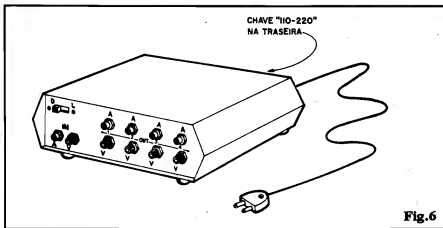

Fig. 6
- FIG. 6 - A CAIXA FINAL - Tratando-se de um aparelho para uso "em bancada", diretamente na mesa de edição, convém que toda a "plugagem" seja frontal, evitando longos percursos dos fios de sinal. A disposição sugerida na figura, portanto, parece-nos ao mesmo tempo bonita e prática, com o painel da caixa mostrando "tudo": o interruptor geral da alimentação, o par de jaques RCA para as Entradas de A e V e os 4 pares de jaques (todos RCA...) para as Saídas de A/V nº 1,2,3 e 4. Na traseira da caixa podem ficar apenas o ilhós de borracha para passagem do "rabicho" da C.A. (um nó, por dentro da caixa, é uma boa providência para evitar que esforços externos sobre o "rabicho" possam romper suas ligações ao circuito...), e a chave de Tensão (110-220). Quatro pés de borracha, aplicados à base da caixa, evitarão que ela "deslize" sobre a mesa de trabalho... Com